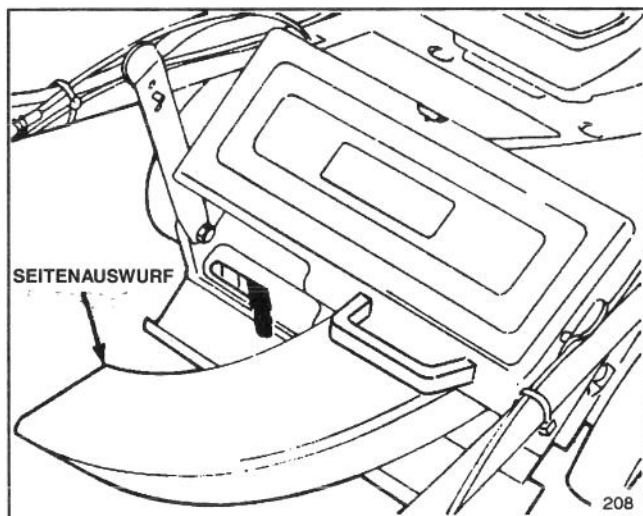

Abbildung 33
1. Seitenauswurf-Kit, Modell Nr. 59112—In Sekundenschnelle montierbar. Anstelle des Grasfangsacks montierbar. Wirft Gras aus und trimmt beidseitig (Abb. 33).